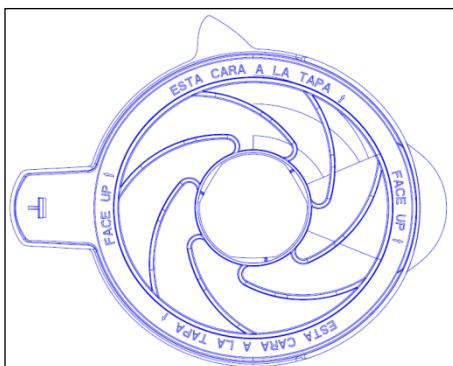
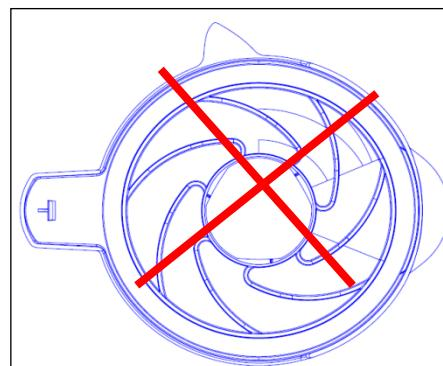

Figura 15
Figura 16
1. Cubierta de la jarra SS: Para cubrir la jarra SS. Un anillo de sellado en el interior puede evitar la comida, sopa o la salida de vapor; Al montar el anillo de sellado "ESTA CARA A LA TAPA ↑, boca arriba ↑" las palabras de advertencia deben ser colocados frente a frente para que los consumidores puedan visualizarlos más abajo la figura 15, si no, el líquido sería derramado. (Figura 16)